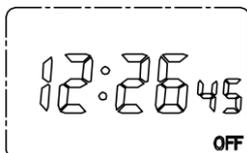

Fig.9
6.2.2.1 Pulsar el botón "MD" durante 3 seg. para cancelar el bloqueo del teclado de modo que desaparezca del display la indicación "LOCK" (bloqueado); a continuación introduzca los minutos (min.parpadeante). Pulsando "◀", "▲" (mas) y "▼" (menos) hasta ajustar la hora a la actual (ver Fig.9)